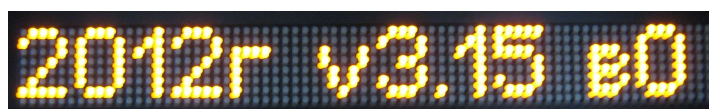

Рис.7
4) После завершения обновления микропрограммы табло автоматически перезапускается (рис.7).